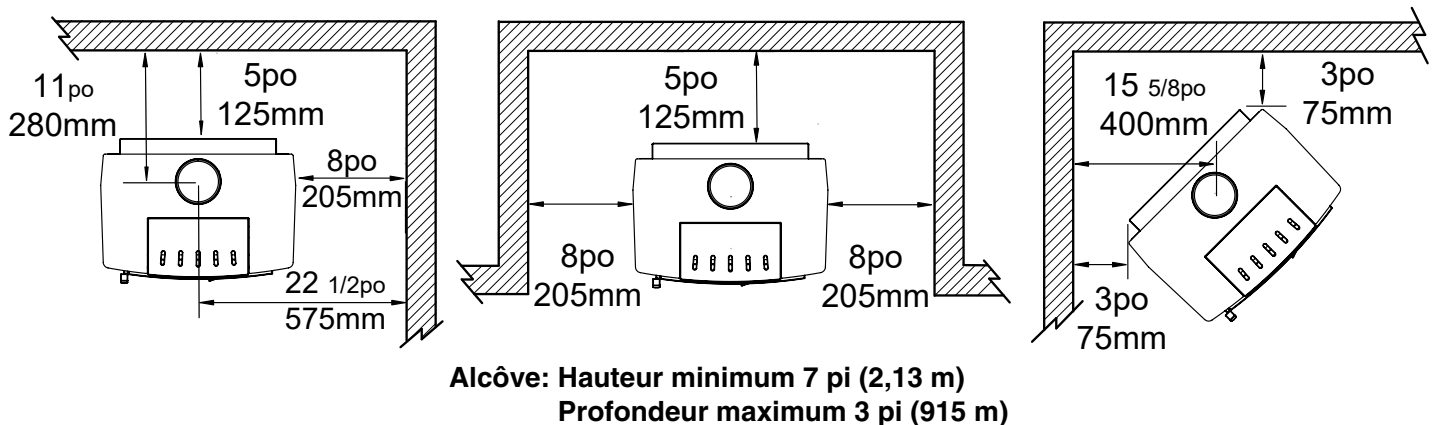

Figure 8: NEO 2.5 LE Dégagements pour maisons mobiles.
- Les dégagements des surfaces et matériaux combustibles sont indiqués à la Figure 8 pour un événement à cloison simple. Les dégagements peuvent être réduits lorsque différents matériaux d'isolation à la chaleur sont utilisés. Consulter le code des incendies local ou les autorités pour obtenir l'approbation.
- Pour des dégagements plus courts, utiliser un événement à cloison double (Figure 8).
Ce poêle doit être installé avec un conduit d'évent à cloison double qui figure sur la liste et un système de cheminée compatible. Les dégagements des surfaces et matériaux combustibles sont indiqués à la Figure 8.